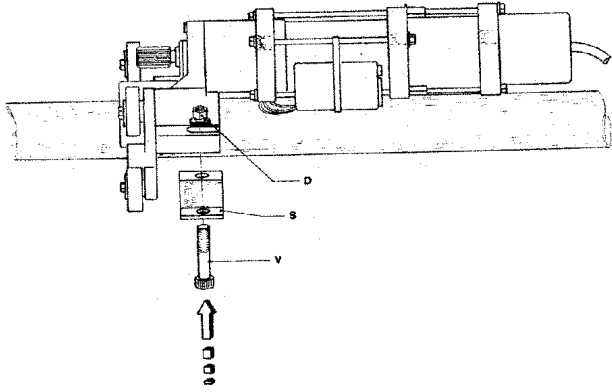

Fig. 6
- Gire o grupo motoredutor de 90° (fig. 6), efectue o bloqueio completo da braçadeira S, efectue um furo que passe pela haste da grade de enrolar em correspondência da argola A e em seguida complete a fixação inserindo no furo o respectivo parafuso V que impede qualquer rotação do grupo motoredutor.